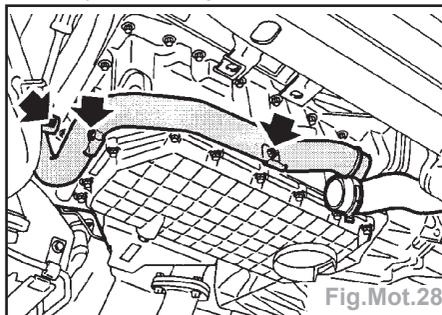

Fig.Mot.28
- Enlever les 3 boulons (flèches) maintenant le collecteur de liquide de refroidissement sur le carter d'huile et le bloc-cylindres (Fig.Mot.28).